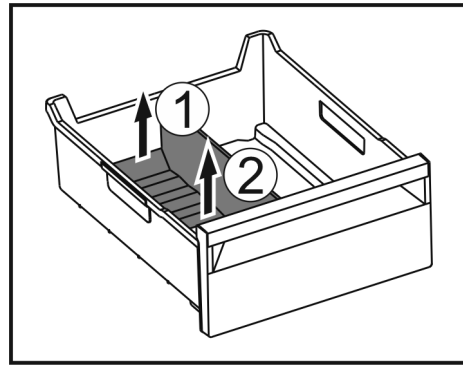

Fig. 138
- Buz bölmesi ayırıcının arka kısmını yukarı kaldırın. Fig. 138 (1)
- Buz bölmesi ayırıcıyı yukarı doğru çıkartın. Fig. 138 (2)